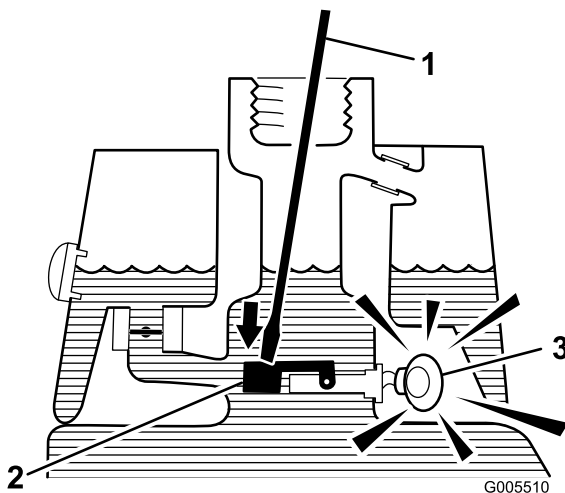

図 31
3. 汚れのない棒やドライバを差し込んで、フロートを軽く押さえてやる（図 31）。1 秒後にアラームが鳴れば正常である。